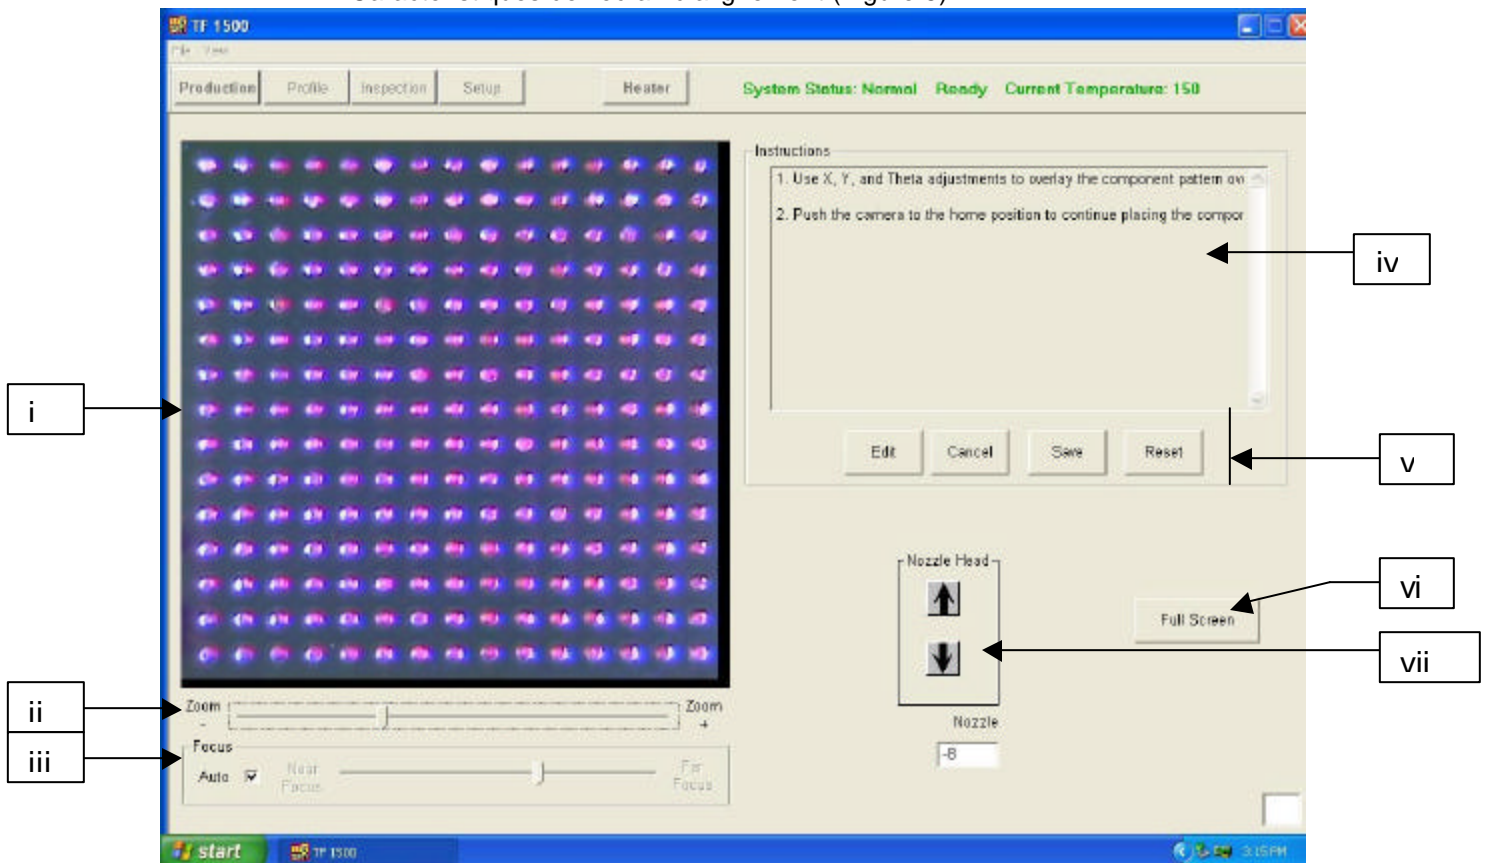

Figure 5
f. Caractéristiques de l'écran d'alignement (Figure 5)